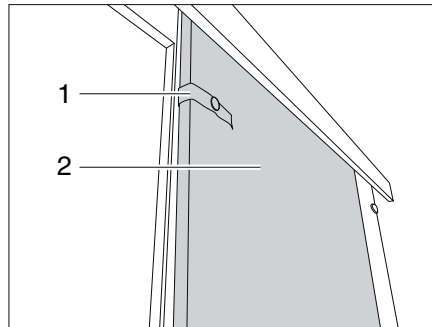

Bild 77 Schiebetür
- Das mit Sicherungsband (Bild 77,1) lösen.
- Schiebetür (Bild 77,2) in Schließstellung ziehen.
- Schiebetür (Bild 77,2) in die Öffnungsposition führen.
- Schiebetür mit dem Sicherungsband (Bild 77,1) befestigen.